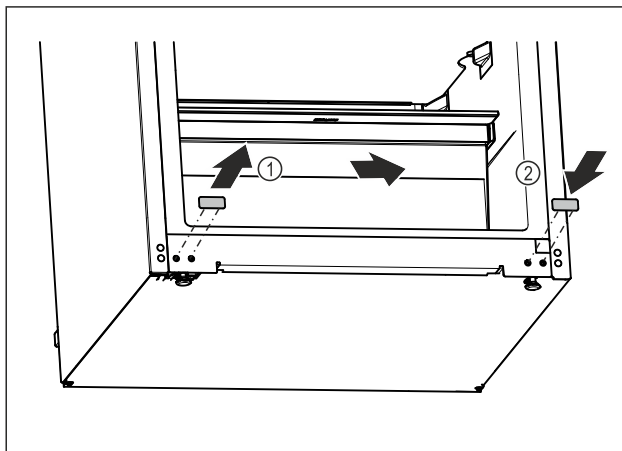

Fig. 13
- Trekk ut dekselpluggene. Fig. 13 (1)
- Sett inn dekselpluggen på motsatt side. Fig. 13 (2)